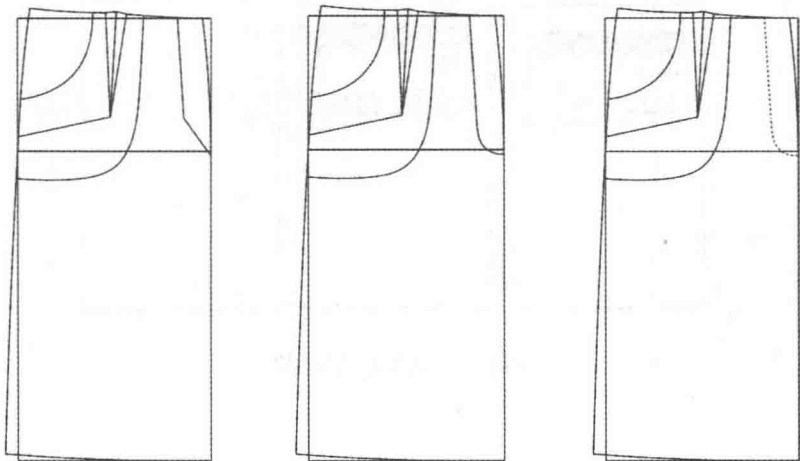

图6-70 画门襟步骤2
⑤在快捷工具栏处先改变线型 , 然后用 【设置线的颜色类型】工具点击门襟线, 将门襟线改为虚线(图 6-70)。